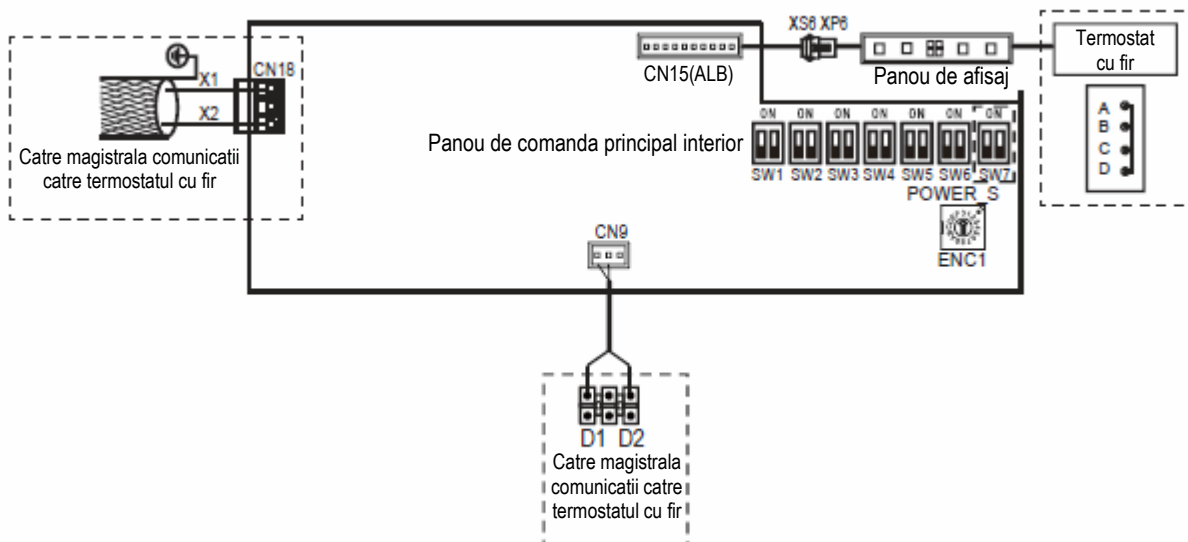

Figura 6.10
- Porturile X1/X2, D1/D2 de pe laturile placii de comanda principale si portul de comunicare unidirectional (partea panoului de afisaj) sunt pentru diferite tipuri de termostate cu fir (a se vedea figura 6.10).